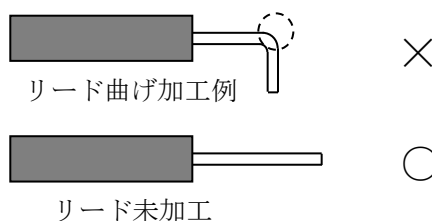

図 12. 保管形態
- (2) 半導体デバイスの外部端子は、未加工の状態でも保管して下さい。これは錆などの発生によって実装時にはんだ付け不良となることを避けるためです。(図 12)